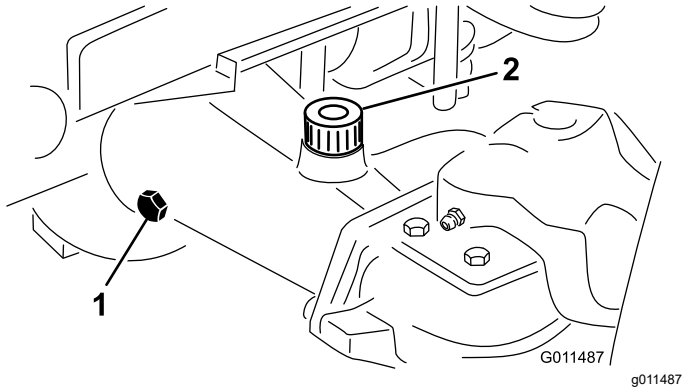

Figure 69
2. Enlevez un bouchon de contrôle à une extrémité du pont arrière et vérifiez que le lubrifiant atteint la base de l'orifice (Figure 69).